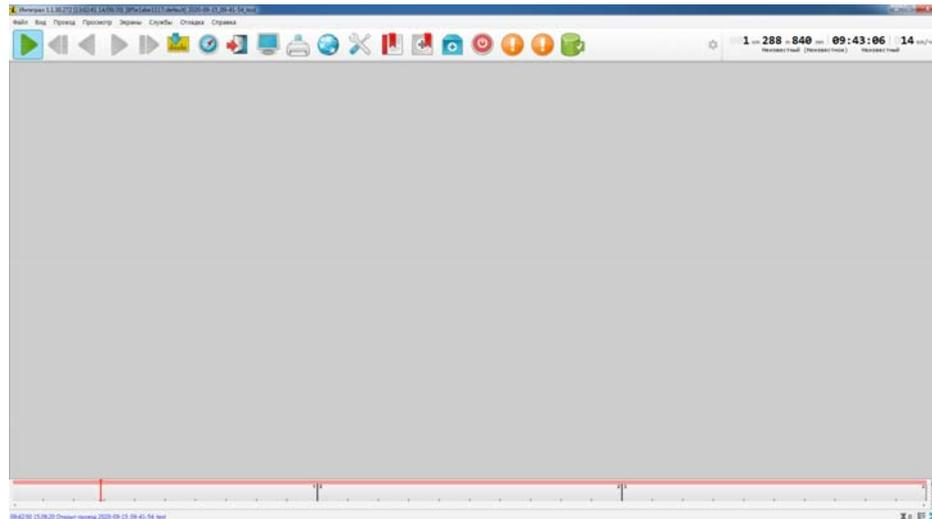

Рисунок 15 – Окно проезда
4.2.9 Нажать кнопку  на панели инструментов, после чего отобразится окно поезда (Рисунок 15).